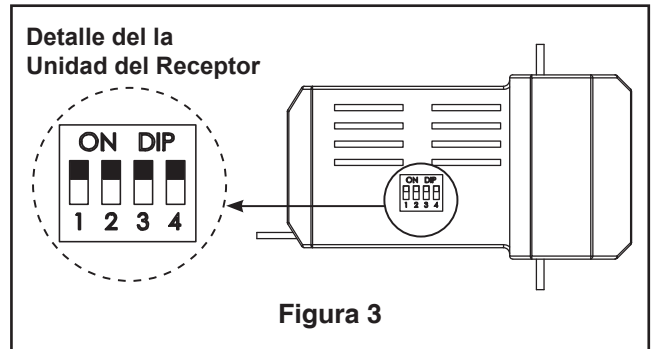

Figura 3
No bloqueo (Figura 3)
3. Afloje los dos tornillos de fijación del soporte del barral. Introduzca los cables de color negro, azul y blanco a través de la varilla. (Figura 3)
1. Fije bien la abrazadera para colgar a la caja de salida con los tornillos y las arandelas provistas con la caja de salida. (Figura 3)
2. Para configurar el código de unidad del receptor. Deslice los interruptores de código a las mismas posiciones que en el transmisor (Figura 3).
- 3. Vuelva a colocar firmemente las tapas de iluminación y apriete los retiró anteriormente tornillos de las mismas. (Figura 3)
3. Para que funcione el ventilador, instale dos pilas de 3 voltios en el transmisor del mando a distancia. (si no se va a utilizar por largos períodos de tiempo, retire la batería para evitar daños al control remoto de mano.) Guarde el transmisor lejos del exceso de calor o humedad. (Figura 3)
- 2. Extraiga cuidadosamente los tornillos y la pala con la llave Allen y guarde los tornillos. Límpielo todo y vuelva a colocar la pala usando los tornillos extraídos anteriormente. (Figura 3)